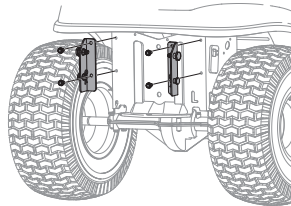

Figure 2
3. Monter le tracteur de la série 700 sur vos supports de montage à l'aide de quatre tracteurs autotaraudeurs vis hexagonales fournies avec ton kit. Voir Figure 2.